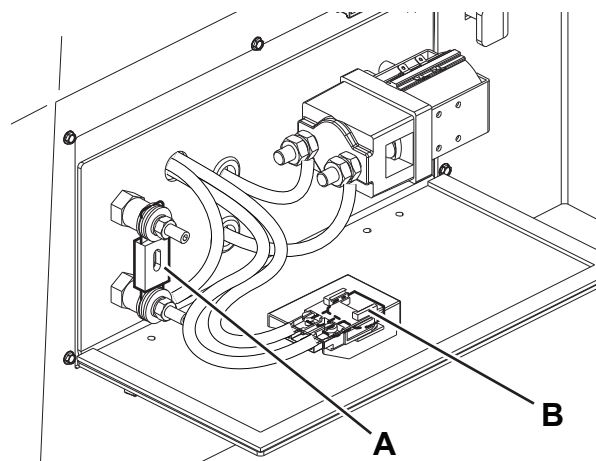

Рис. 11
3. Поверните ключ зажигания (57) в положение «О» и выньте его.
4. Снимите крышку блока предохранителей (23).
- (А, Рис. 11): Предохранитель электромотора основного насоса F0 (250 А)
6. Закройте блок предохранителей (23).